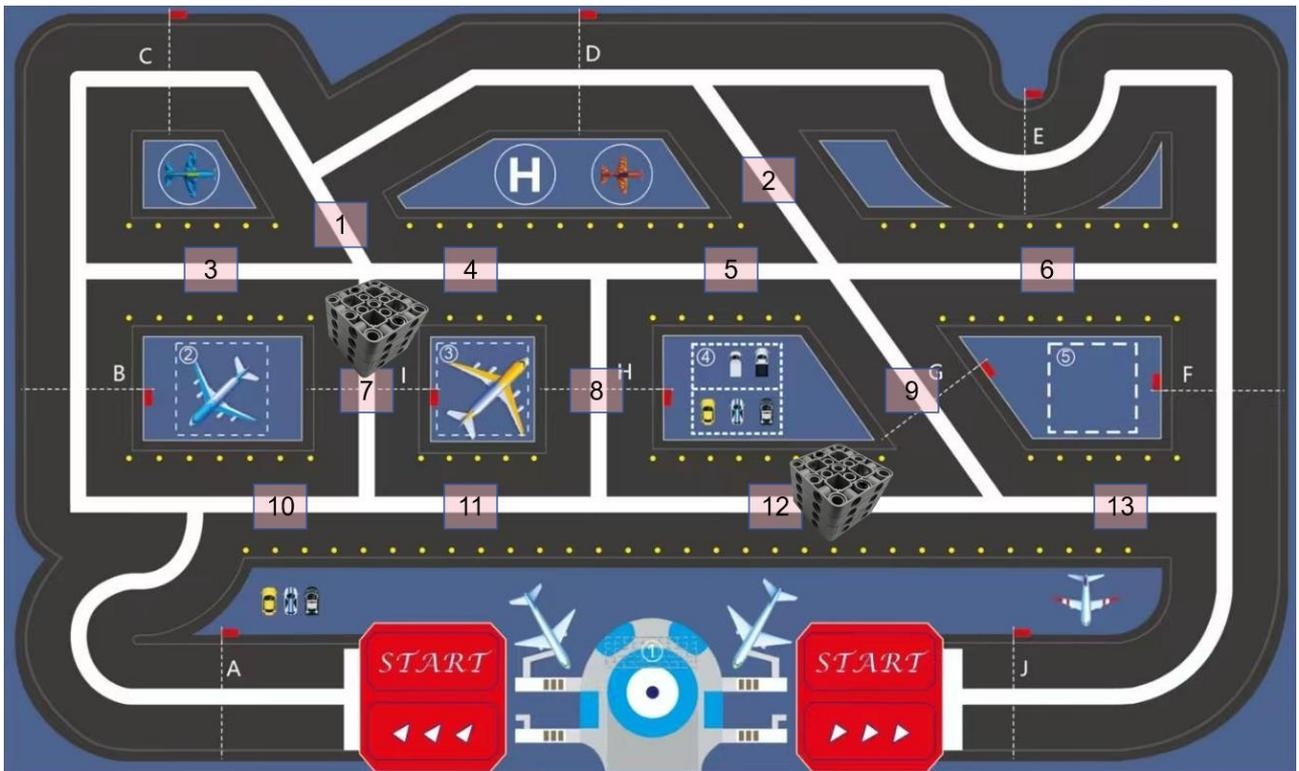

图 4 设置了两个封闭路段的地图
3.2.5 为增加比赛地图的随机性，本次赛事，除靠近边框的道路外，将在内部道路中抽取两个路段，临时封闭，禁止通行。封闭路段中央会粘贴隔离装置。机器人不得通过或绕行隔离装置。内部路段抽取的编号将与比赛地图同时发布。图 4 是路段添加了两个隔离装置的范例，路段上红色编号为内部路段命名。7 号和 12 号路段被临时封闭，这两段路段中央放置了隔离装置。